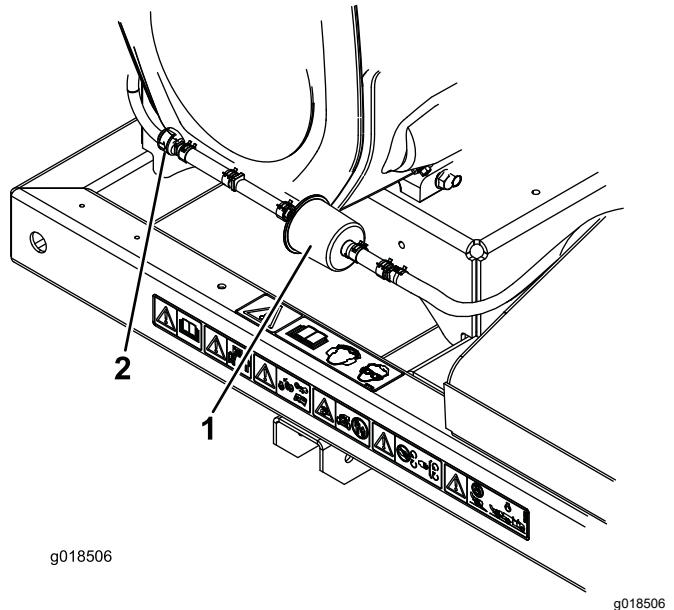

Figura 39
2. Aleje del filtro las abrazaderas de muelle de ambos lados del filtro del tubo de purga del cartucho de carbón (Figura 39).
3. Retire y deseche el filtro de carbón (Figura 39).
4. Instale un filtro nuevo en el tubo con la flecha del filtro apuntando hacia la válvula de retención, y sujetelo con las abrazaderas (Figura 39).